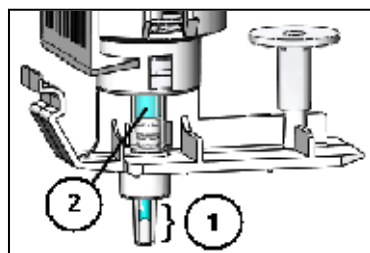

図1 ディスペンサー先端部
- (1) 試薬は必ず貯蔵方法に従って保存し、凍結など指定の条件以外で保存したものや使用期限を過ぎたものは使用しないでください。
- (2) 試薬を装置にセットする場合は、必ずキャップとストッパーを外してからセットしてください。
- ① ノズル先端(図 1-①)に析出物(乾燥した試薬・ゼリー状析出物)が付着していないことを確認してください。付着物が認められた場合、ピンセットなどで付着物を取り除いた後、手で容器天面を押し下げてノズル先端から試薬を一滴滴下させてください。
- ② ノズル先端に試薬液面があることを確認してください。先端部に液面が見えない場合、手で容器天面を押し下げてノズル先端から試薬を一滴滴下させてください。試薬が滴下されない場合は数回繰り返し行い、それでも滴下されない場合はカスタマーサポートセンターへ連絡してください。
- ③ ブライムチャンバー(図 1-②)内が試薬で満たされていることを確認してください。空気の混入(小さな気泡は除く)が認められる場合、手で容器天面を押し下げてノズル先端から試薬を滴下させ、流路が試薬で満たされたことを確認してください。試薬が滴下されない、又は空気の混入が取り除かれない場合は数回繰り返し行い、それでも改善されない場合はカスタマーサポートセンターへ連絡してください。